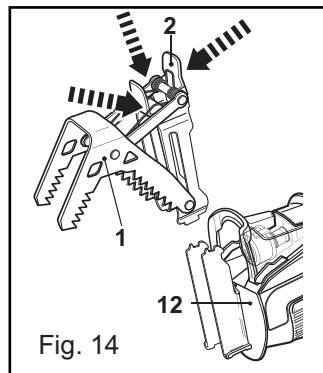

Fig. 14
- Pour la fixer, alignez les deux languettes en acier sur le dessous de la mâchoire de serrage dentelée (1) sur les deux trous situés sur la base du rail de support (12) de la mâchoire de serrage dentelée et faites la coulisser sur le rail de support tout en appuyant sur le levier de dégagement (2) de la mâchoire de serrage dentelée. (fig. 14)
- Dégarez le levier de dégagement (2) de la mâchoire de serrage dentelée et assurezvous que celui ci se verrouille en position (fig. 14).
- Tirez sur le levier de dégagement (2) afin de vérifier si la mâchoire de serrage dentelée (1) est bien positionnée. Il doit être impossible de la retirer en tirant dessus.